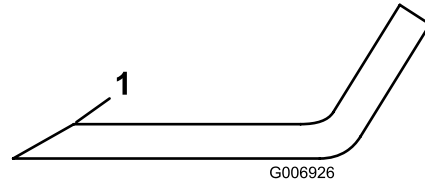

図 66
6. 刃先に摩耗や欠けがある場合には研磨するが、研磨は刃先の上面だけに行い、刃の元々の角度を変えないように十分注意する図 66。
5. 全部のブレードの切っ先を丁寧に点検する。切っ先が鈍くなっていたり欠けていたりした場合には研磨する。研磨は刃先の上面だけに行い、刃の元々の角度を変えずに刃先を鋭利にする図 66。